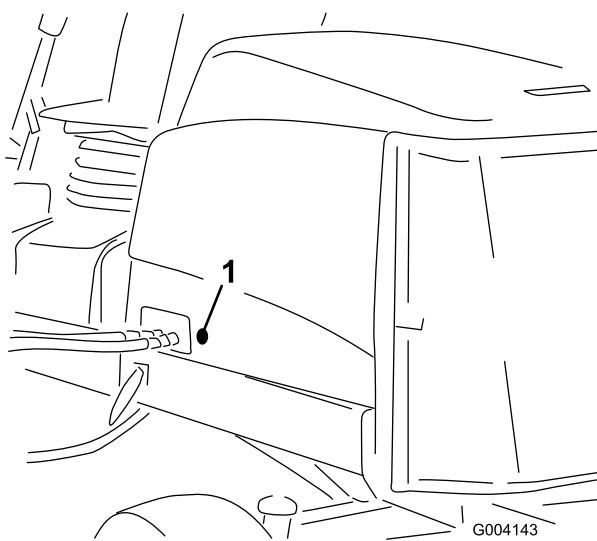

Figure 5
2. Retirez le passe-câbles en caoutchouc du trou situé du côté gauche du capot (Figure 5).